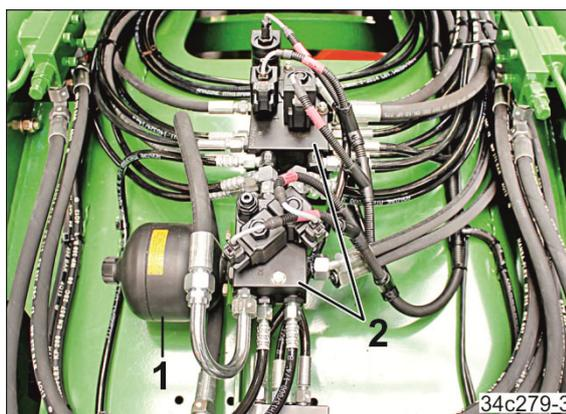

Fig. 231
- einen serienmäßig verbauten Hydraulik-Druckbehälter (Fig. 231/1)
Ein Teil des Maschinengewichtes wird über die Klappzylinder auf die Maschinenausleger geleitet. Da Hydrauliköl nahezu inkompressibel ist, bleibt der Druck auch bei abgesperrten Klappzylindern durch das Abkühlen des Öls nicht konstant. Die Klappzylinder fahren um einige Millimeter ein. Um den Volumenverlust auszugleichen, wird beim Ausklappen Öl mit einem Druck von ca. 100 bar in einem mit Stickstoff gefüllten Druckbehälter (Fig. 231/1) gespeichert.
**Das Hydrauliksystem und der daran angeschlossene Hydraulik-Druckbehälter (Fig. 231/1) stehen ständig unter hohem Druck (ca. 100 bar).**
- das Lösen der Hydraulikschlauchleitungen oder das Abschrauben oder Öffnen des Druckbehälters (Fig. 231/1)
- Reparaturarbeiten am elektro-hydraulischen Steuerblock (Fig. 231/2).